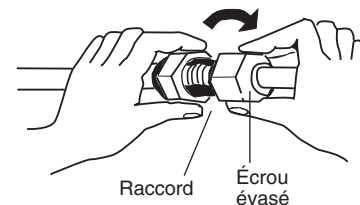

Fig. 5-5
- (3) Pour une bonne connexion, aligner le tube raccord et le tube d'évasement droit entre eux, puis visser d'abord légèrement l'écrou évasé pour obtenir une bonne correspondance. (Fig. 5-5)